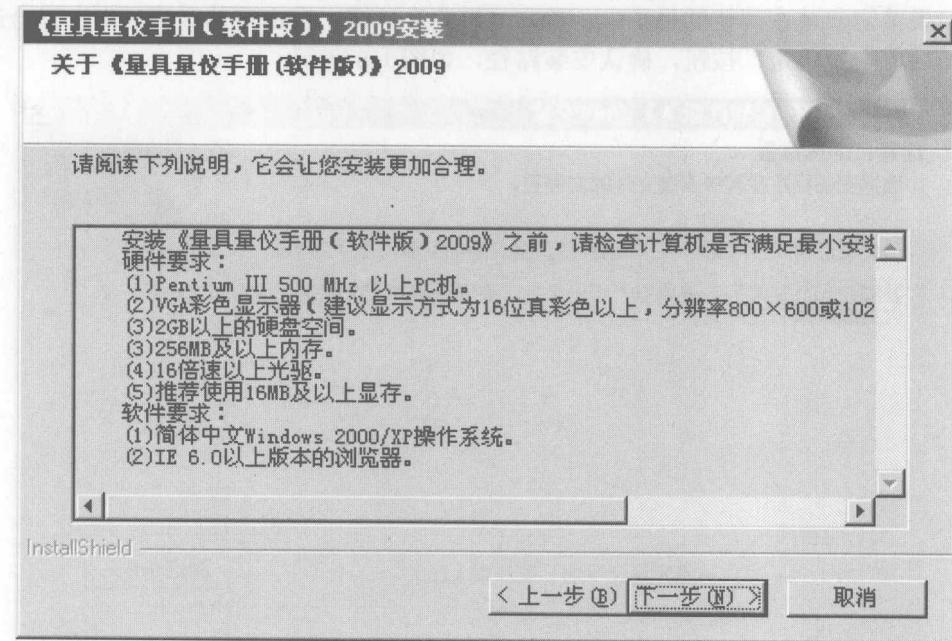

图 1-3 软件信息界面
(4) 进入如图 1-3 所示的软件信息界面，在此界面中概要介绍了在计算机上安装《量具量仪手册（软件版）2009》的最小安装要求，单击“下一步”按钮。